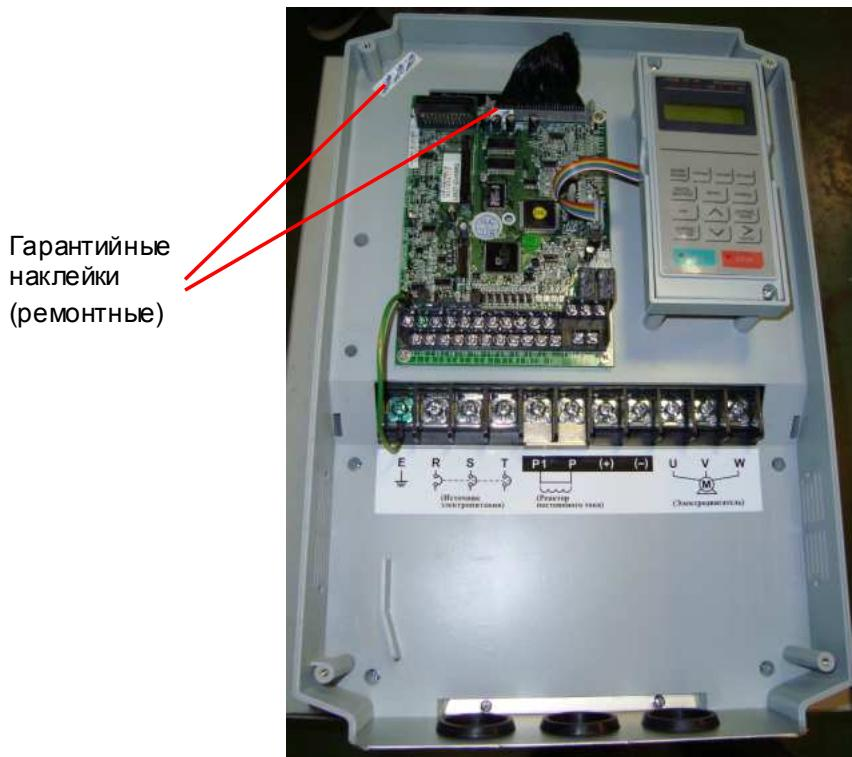

Рис. 8.3. Расположение гарантийных наклеек (ремонтных).
**8.15.** Наклеить ремонтные гарантийные наклейки в соответствии с рис. 8.3.